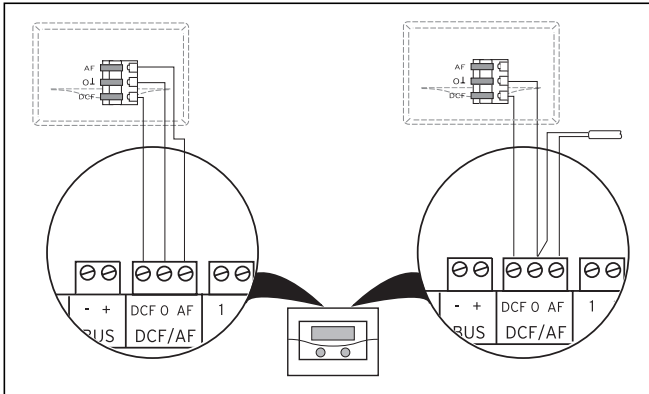

Abb. 5.10 DCF-Empfänger anschließen
- Verdrahten Sie den DCF-Empfänger entsprechend Abb. 5.10: